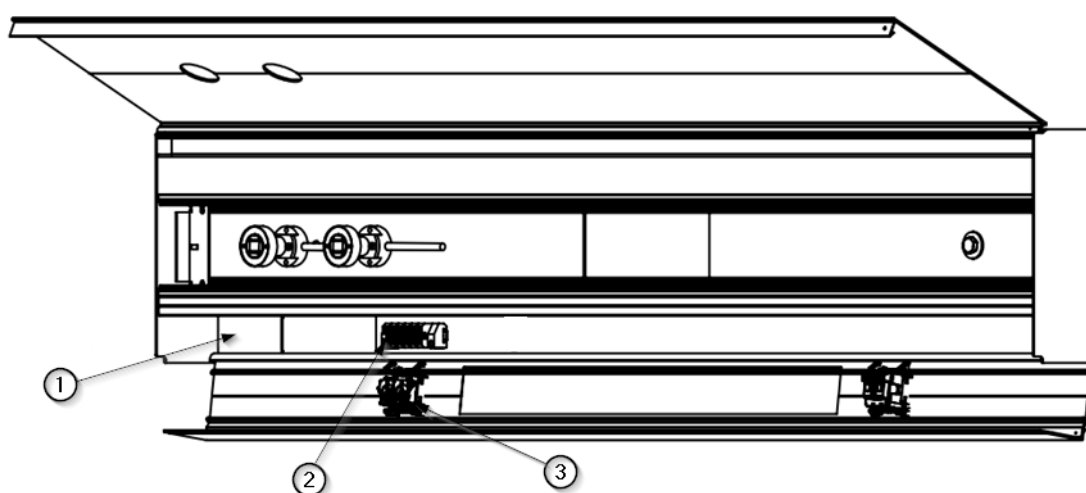

Fig.10 Détail des points de connexion électrique sur le SIA
Les circuits électriques, vocaux et de données entrent dans l'équipement par une fenêtre ① dont les dimensions et l'emplacement sont détaillés dans le plan d'installation de l'équipement. Les circuits électriques se terminent dans un bornier commun ②, sauf pour la voix, les données, dont la connexion est directe au mécanisme correspondant ③. Voir figure 10.